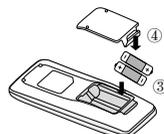

Fig.2
3. Introduzca dos pilas AAA de 1,5 V nuevas y asegúrese de que los polos “+” y “-” se encuentren en la posición correcta (como se muestra en la fig. 2 ③).
4. Vuelva a colocar la cubierta (como se muestra en la fig. 2 ④).